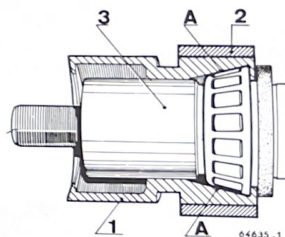

Fig. 6.10. Colocación del útil para extraer del eje la pista interior del rodamiento interior.
Para extraer la pista interior del rodamiento interior, que habrá quedado a presión sobre el eje. Colocar el manguito de centrado (3) rodeando a la pista las dos semiconchas (1) (fig. 6.10) unidas por el casquillo (2) para que no se sepa-